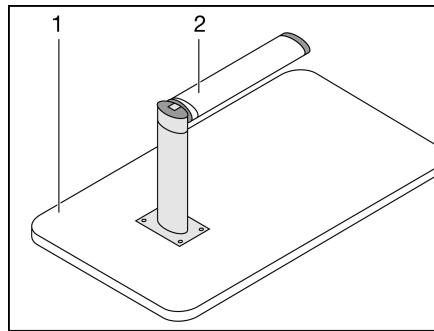

Fig. 50 Sommier de lit
- Soulever légèrement le plateau de table (Fig. 50,1) à l'avant d'env. 45°.
- Tirer la partie inférieure du pied de table (Fig. 50,2) vers le bas et le rabattre de 90°.